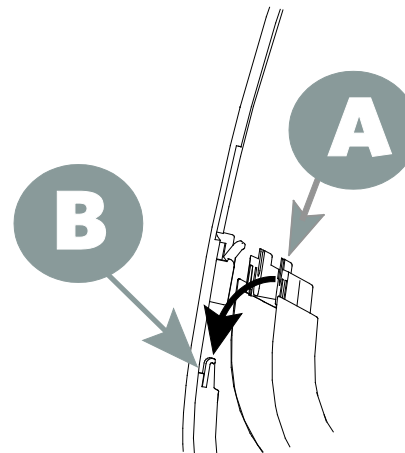

Рисунок 6b Увеличенное изображение
- Убедитесь, что кабели не попали в защелку крышки передней рамы (см. рисунок 6b) и закреплены на наружной поверхности в стороне от винтов (см. рисунок 6с).
- Убедитесь, что **A** зажимы на нижней раме закреплены над **B** зажимами на правой и левой панелях (см. рисунок 6b). Мягко, **без усилия** прикрепите детали друг к другу, не оставляя между ними зазоров.